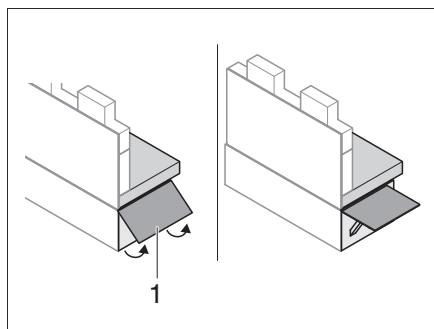

Bild 133 Fäll ut sittbänksförlängning
- Fäll upp sittbänksförlängning (Bild 133,1).
- Skjut in upplåsningflik och fäll in sittbänksförlängning (Bild 133,1).